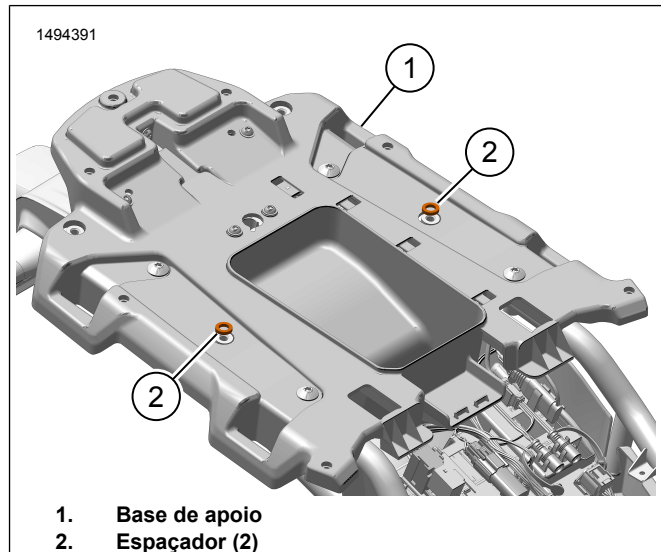

Figura 7. Espaçadores
- 6. Ver a Figura 7. Instalar os espaçadores (2) na base de apoio (1).